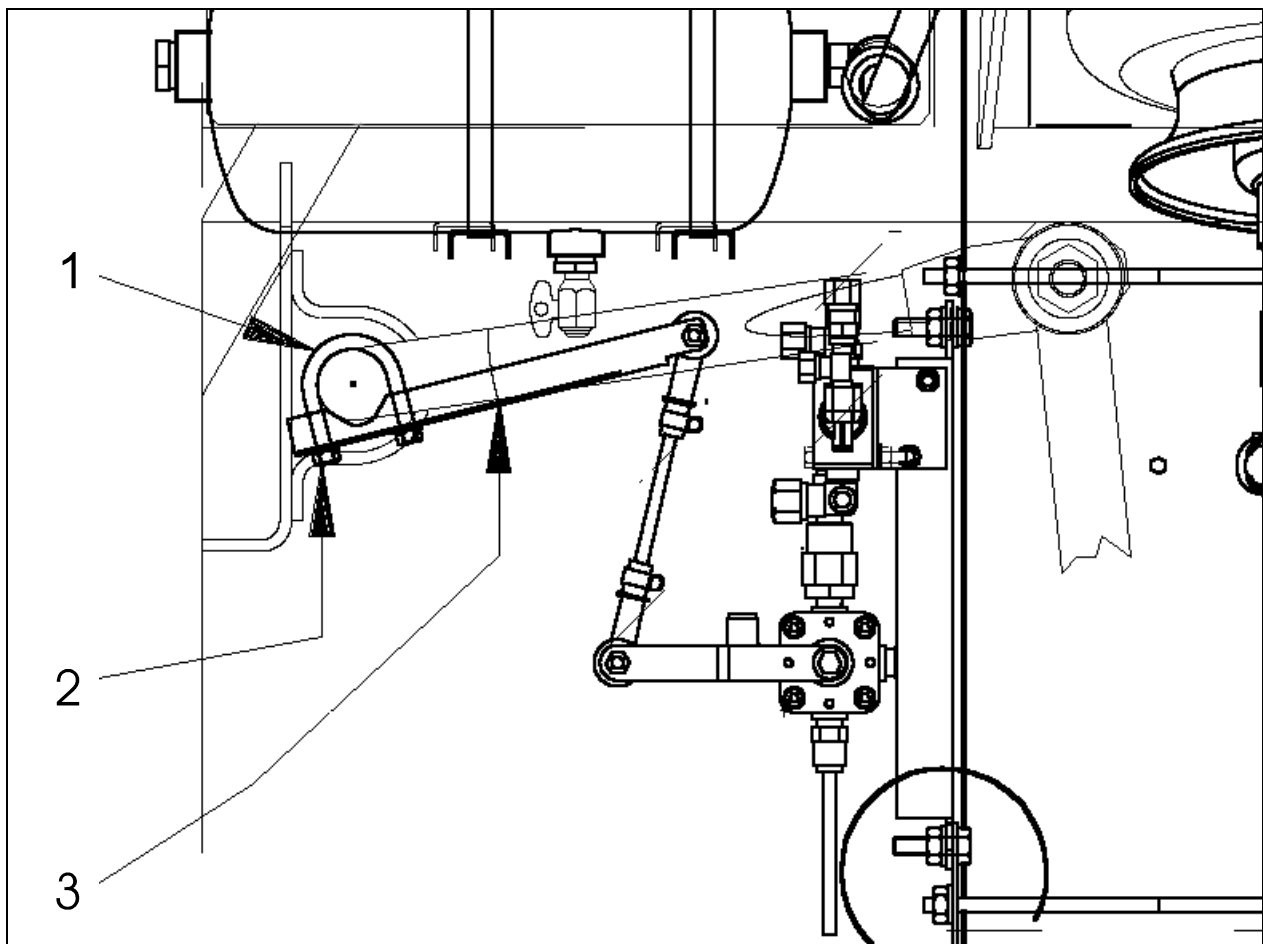

FIGURE 1 : SOUPE DE COMMANDE DE HAUTEUR, SUSPENSION INDÉPENDANTE
1. Repérer le boulon en U (1, Fig. 1) retenant le levier de la soupape de commande de hauteur de la suspension indépendante (3, Fig. 1);
2. Pour ne pas perdre l'ajustement du levier, marquer son emplacement au crayon gras, dévisser qu'un écrou (2, Fig. 1), insérer une rondelle frein (#500476) à la tige du boulon puis remettre l'écrou.